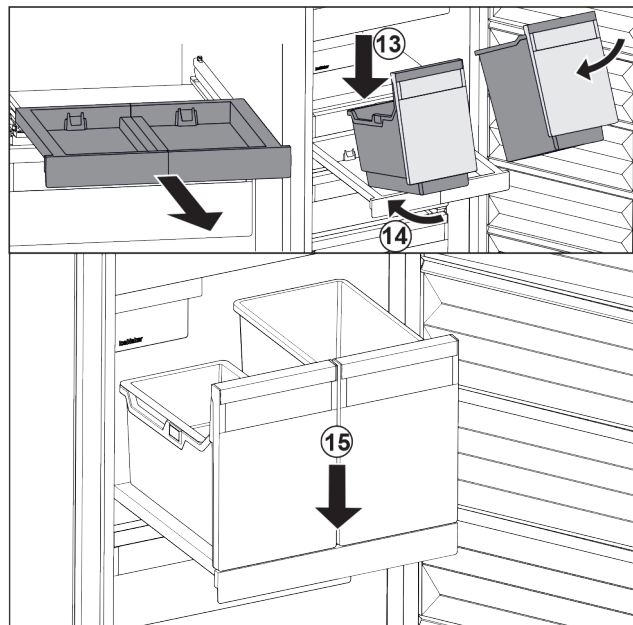

Fig. 90
- ▶ Наклоняя вниз, установите контейнеры на выдвижную панель. Fig. 90 (13)
- ▶ Вставьте контейнеры, наклоняя вниз, назад. Fig. 90 (14)
- ▶ Снимите контейнеры спереди. Fig. 90 (15)